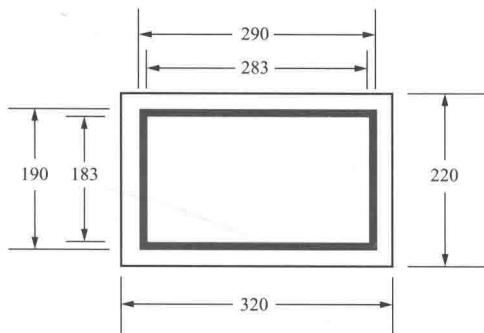

图 1-20 辅助设备标志牌尺寸参考类型（一）
(2) 辅助设备标志牌尺寸参考类型（一）如图 1-20 所示。